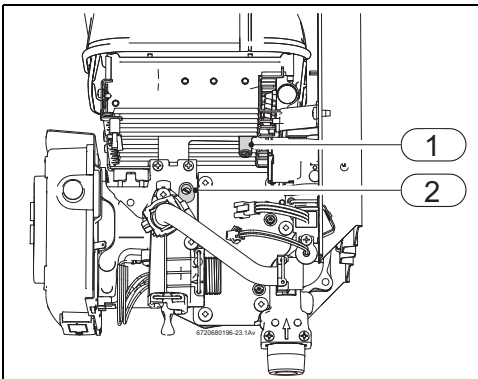

Fig. 25 Puntos de medición de presión
- ▶ Aflojar el tornillo obturador (Fig. 25, [1]).
- ▶ Conectar el manómetro al punto de medición para la presión del quemador (Fig. 25, [1]).
- ▶ Regular la presión del quemador mínimo (tabla 12) utilizando el tornillo de ajuste del caudal de gas mínimo (Fig. 25, [2]).